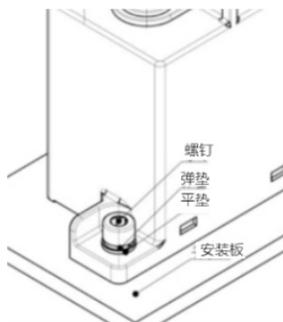
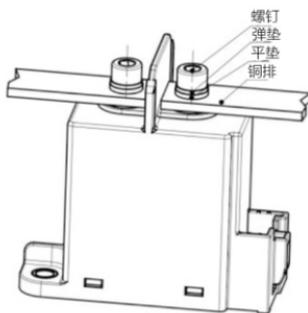

图 10 接触器安装要求图
图 11 主电路安装要求图
8.5 为防止出现松动，接触器请按图 10 安装，主电路请按图 11 安装。